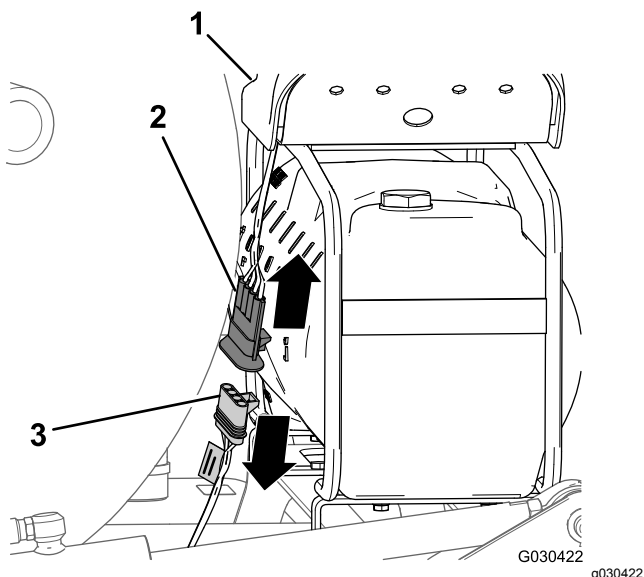

図 4
1. フォームマーカのタンクの後部にあるコンプレッサ用ハーネスを探し出す (図 4)。
2. 車両用の後ワイヤハーネスの4ソケットコネクタから、コンプレッサ用の4ピンコネクタを外す 図 4。